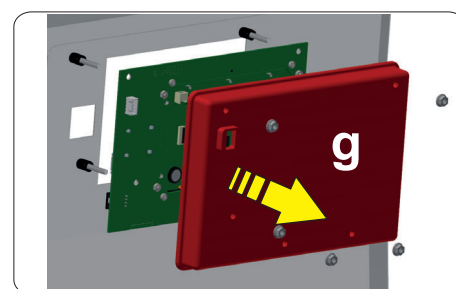

Fig. 13
- Sostituire la scheda. Riposizionare la copertura in plastica con relativa guarnizione, prestando attenzione che quest'ultima aderisca completamente alla lamiera del pannello (posizione **g** - vedi **Fig. 13**).